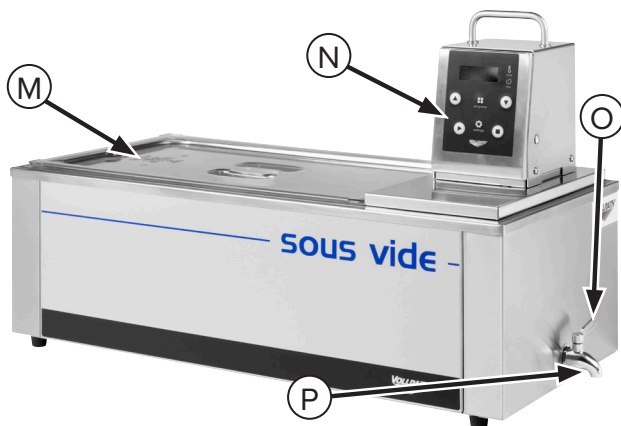

Figura 3. Tapa, drenaje y palanca del drenaje (aparece en posición abierta).
3. Si usa el modelo 60039 con cubeta y drenaje, coloque un recipiente adecuado directamente debajo de la válvula de drenaje (P); consulte la Figura 3. Abra la válvula de drenaje, luego ciérrela antes de que el recipiente esté demasiado lleno. Vacíe el agua drenada y repita según sea necesario hasta que el receptáculo esté vacío.